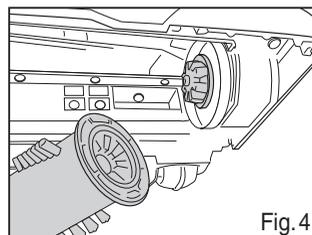

Fig. 4
- Para instalar el cepillo de rodillo, primero alinee el extremo con forma de estrella (Fig. 4), luego coloque el extremo opuesto. Hágalo girar para cerciorarse de que el cepillo de rodillo encaje con seguridad.